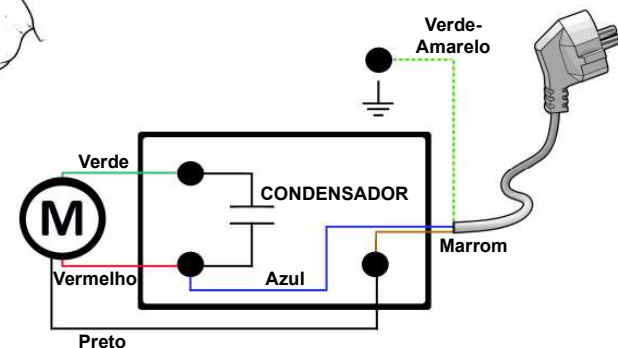

Figura 4: Ligação eléctrica
- Ligar a bomba à rede eléctrica, tendo em conta as especificações acima indicadas e o esquema de ligação eléctrico apresentado abaixo (figura 4).